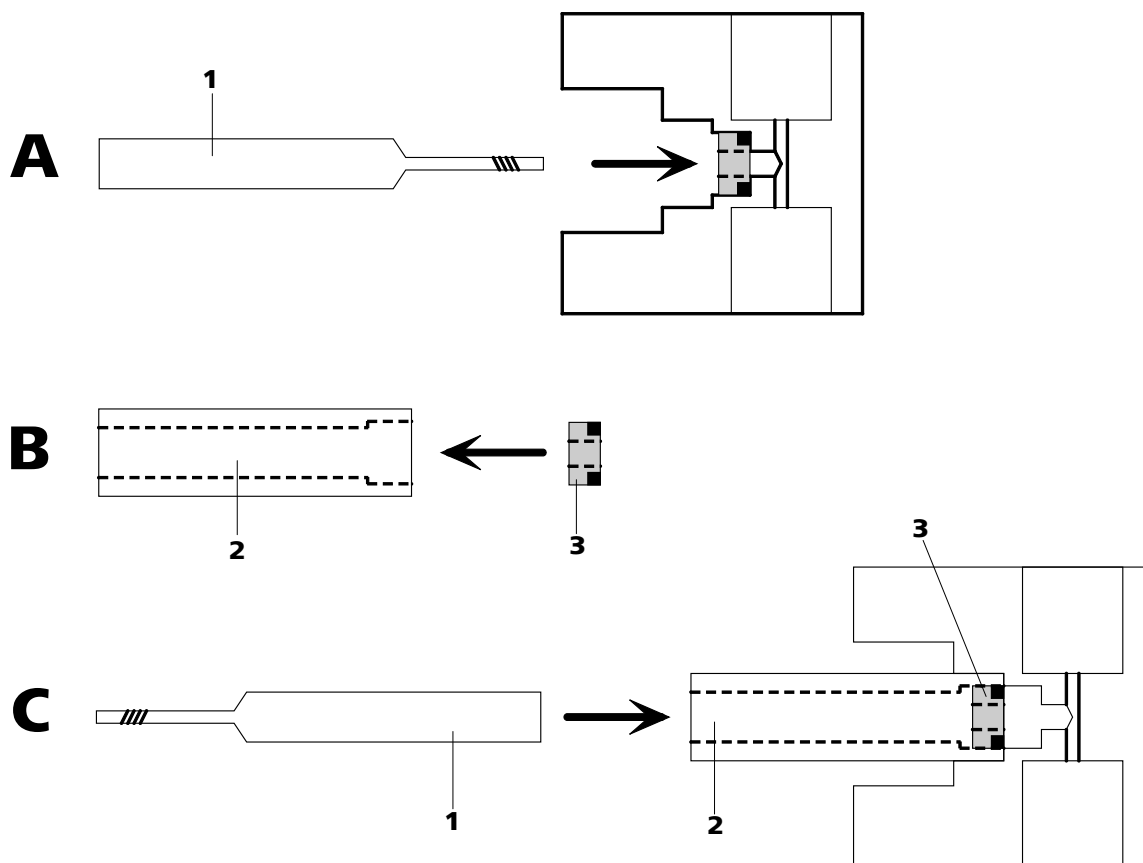

Figura 35 Cambiar la junta de pistón
- Enrosque la herramienta especial (35-1) por el lado estrecho en la junta de pistón y extraiga esta última (véase Figura 35, página 72).
- Inserte con la mano la nueva junta de pistón en la cavidad de la herramienta especial (35-2)(véase Figura 35, página 72).El resorte de junta debe encontrarse en el lado exterior.
- Introduzca la herramienta especial (35-2) con la junta de pistón en el cabezal de bomba (17-4) y empuje la junta con la herramienta especial (35-1) al interior de la cavidad del cabezal de bomba (véase Figura 35, página 72).